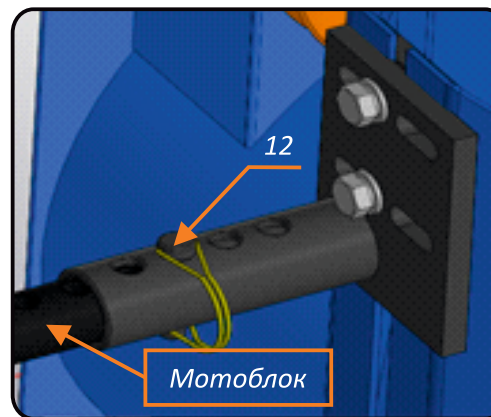

Рис.3 Сцепное устройство
- Соедините приставку с мотоблоком, вставив передний присоединительный штырь мотоблока (**Рис. 3**) в сцепное устройство приставки.
- Произведите грубую натяжку клинового ремня при помощи отверстий в трубе на сцепном устройстве. Закрепите приставку к мотоблоку при помощи шплинта **Рис.3 (12)**.